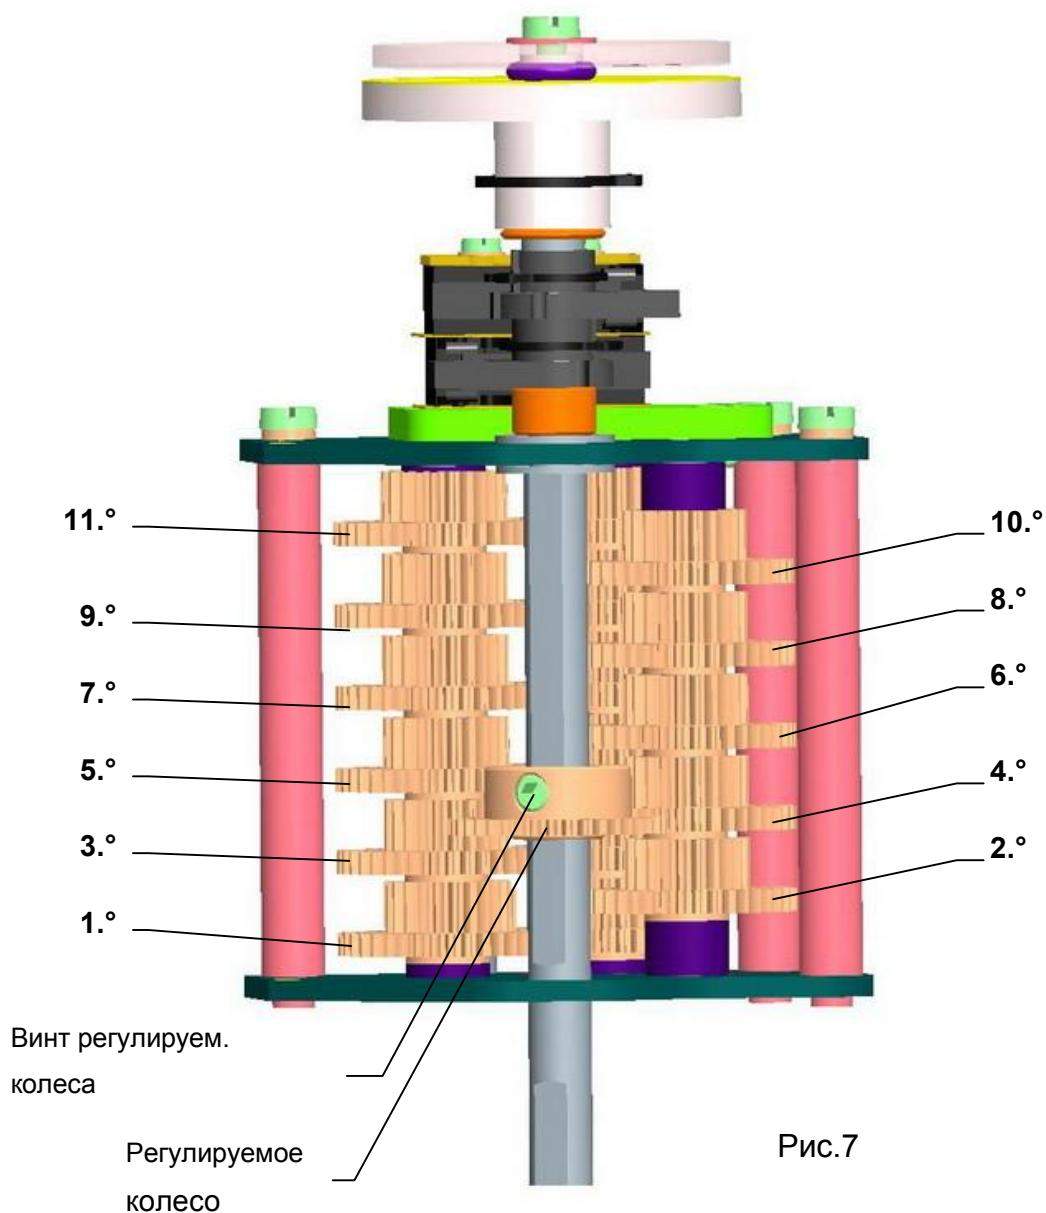

Рис.7
- Переводное колесо редуктора переместите после деблокировки винта переводного колеса на требуемый ступень диапазона(на ближайший высший, или равный соответствующим конкретным оборотам) по Таб. № 3 и Рис. 7. При настройке переводного колеса следите за правильным зацеплением с колесом данной ступени и винт повторно укрепите.